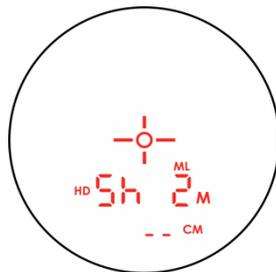

图 32
4. 此时，主显示器将提示您进行第二次发射，并且看起来与图 32 相似。通过目镜进行查看，并使用十字准线瞄准第二个目标。按住 ，“激光”(LASER) 状态指示器  会显示，同时激光被激活。激光最长可保持激活状态 10 秒，同时获取有关目标的数据。